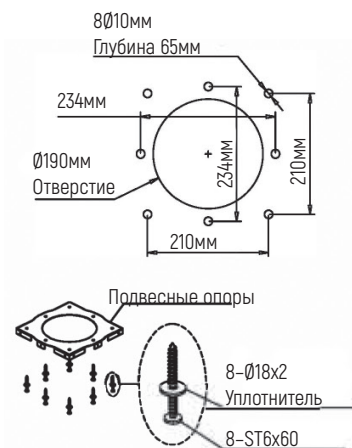

Рис. 1
1. Убедитесь в правильности установки, закрепите подвесные опоры в нужном положении, проверьте прочность и ровность установки. См. рис. 1.